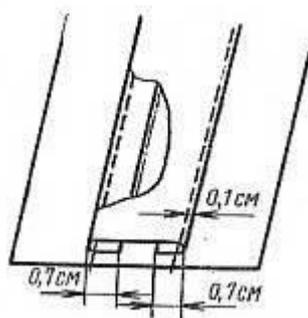

Рисунок 9 Обработка деталей одинарной бейкой
*Одинарные бейки* соединяют с основной деталью по намеченным линиям. Подготовленную бейку накладывают на лицевую сторону основной детали лицевой стороной вниз, срезом к намеченной линии, и притачивают. Ширина шва 0,7 см. Бейку отгибают, закрывая шов притачивания, срез бейки подгибают на 0,7 см внутрь и приутюживают, а затем настрачивают по краю (Рисунок 9). При изготовлении по индивидуальным заказам срез бейки предварительно заметывают. В массовом производстве второй срез заутюживают перед притачиванием ее к основной детали.